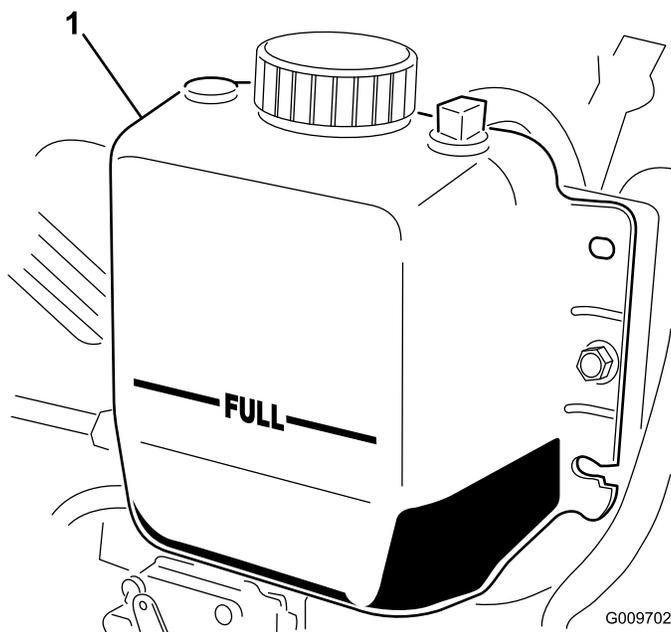

Figure 36
2. Vérifiez le niveau du liquide de refroidissement dans le radiateur. Le radiateur doit être rempli jusqu'en haut du goulot de remplissage et le vase d'expansion jusqu'au repère maximum (Figure 36).